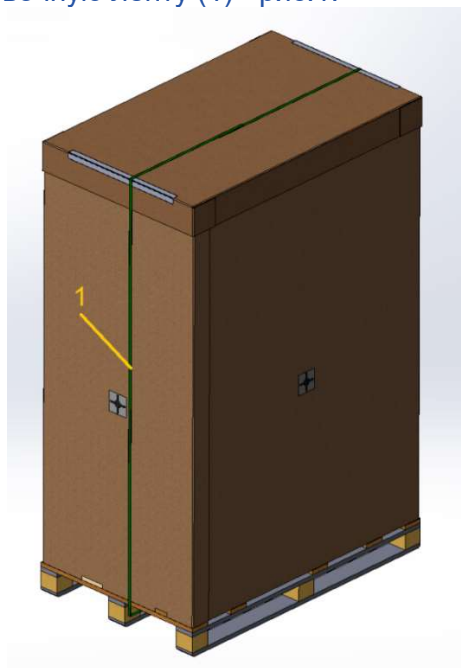

Рис. 1
2. Разрезать и снять пластиковую упаковочную ленту (1) - рис.1.